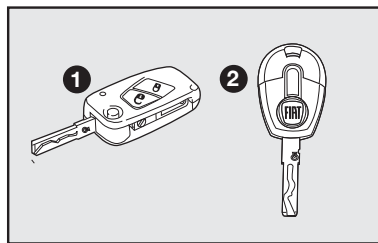

fig. 1
CHAVES – fig. 1
Com o veículo são entregues, conforme versão, uma chave **1–fig. 1** ou duas chaves **2–fig. 1**.
As chaves **1** ou **2–fig. 1** de uso normal no veículo são usadas para:
- abertura/fechamento das portas por meio do controle remoto (chave **1–fig. 1**).
Para a chave **2–fig. 1** está prevista a predisposição para instalação de controle remoto.